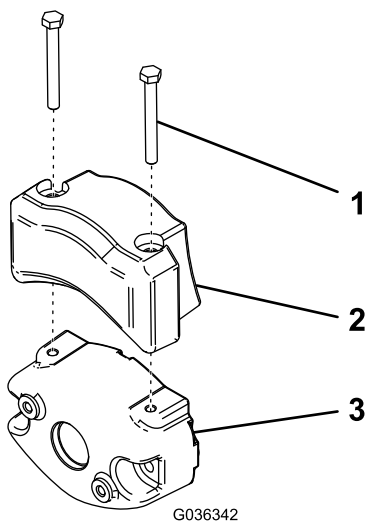

**Figura 50**
**Importante:** Quando occorre inclinare l'elemento di taglio, sostenete la parte posteriore dell'elemento per garantire che i dadi sulle viti di regolazione della barra di appoggio non poggino sul piano di lavoro (Figura 50).